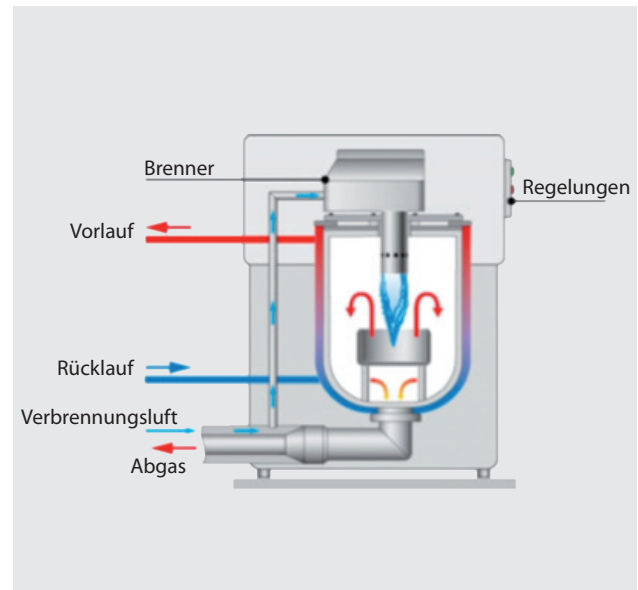

Abb. 37: Kessel mit interner Kondensation ohne Rücklaufanhebung
- Entweder nutzt man den Rücklauf des Heizkreises zum Kühlen der Abgase. Hier bieten sich Flächenheizungen an, weil sie sehr niedrige Rücklauf-temperaturen aufweisen. Leider erhöht sich die Rücklauf-temperatur bei steigendem Wärmebedarf der Heizung automatisch. Bei normalen Heizkörpern kommt es dann nur noch zu einer Teil-Kondensation. Auch deshalb muss immer darauf geachtet werden, dass vor dem Kessel keine Anhebung der Rücklauf-temperatur (etwa durch einen Mischer oder ein Vierwegeventil) erfolgt (s. Abb. 37). Die Abkühlung der Abgase wird am Ende entweder direkt im Kessel („interne Kondensation“) oder in einem nachgeschalteten Wärmetauscher erreicht.